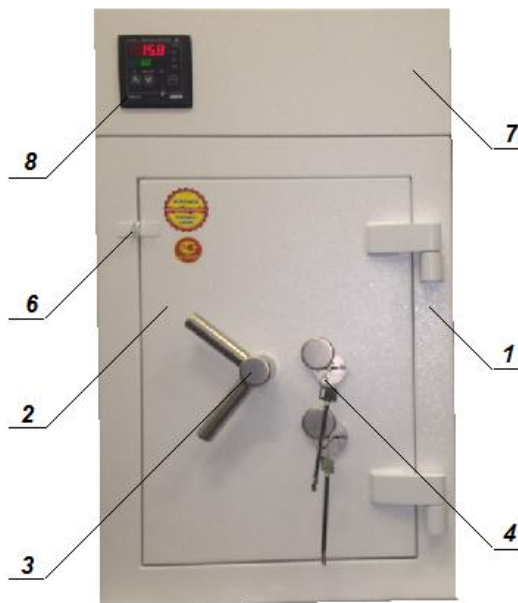

Рис.1. Общий вид изделия
4.1 Изделие (рис.1), изготовленное на базе сейфа (1) с устойчивостью к взлому III или IV класса по ГОСТ Р50862, снабжено дверью (2) с счетчиком электронным и ригельным замком (4), приводной рукояткой (3) и устройством для опечатывания (6), блоком электроники (7) с измерителем-регулятором (8).
4.6 На фронтальной стороне блока управления (7) размещен измеритель-регулятор ТРМ210 (8, рис.1).